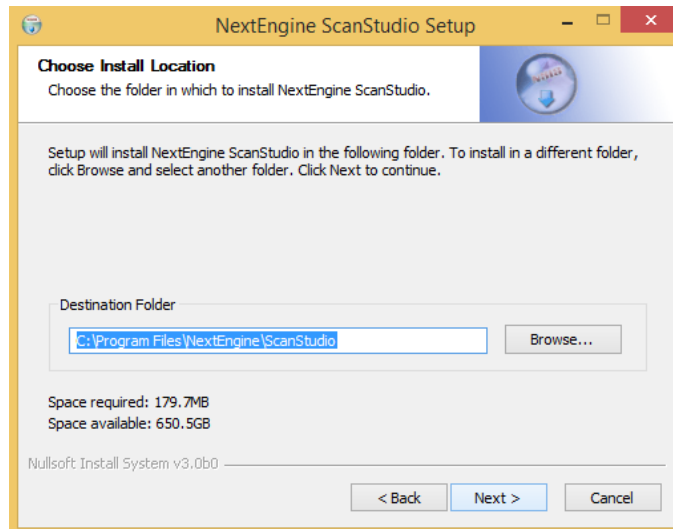

Figura 8. Ubicación de la instalación del software ScanStudio.
8. Se selecciona la carpeta donde se va a instalar el software y a continuación se elige siguiente (next), como se muestra en la Figura 8.